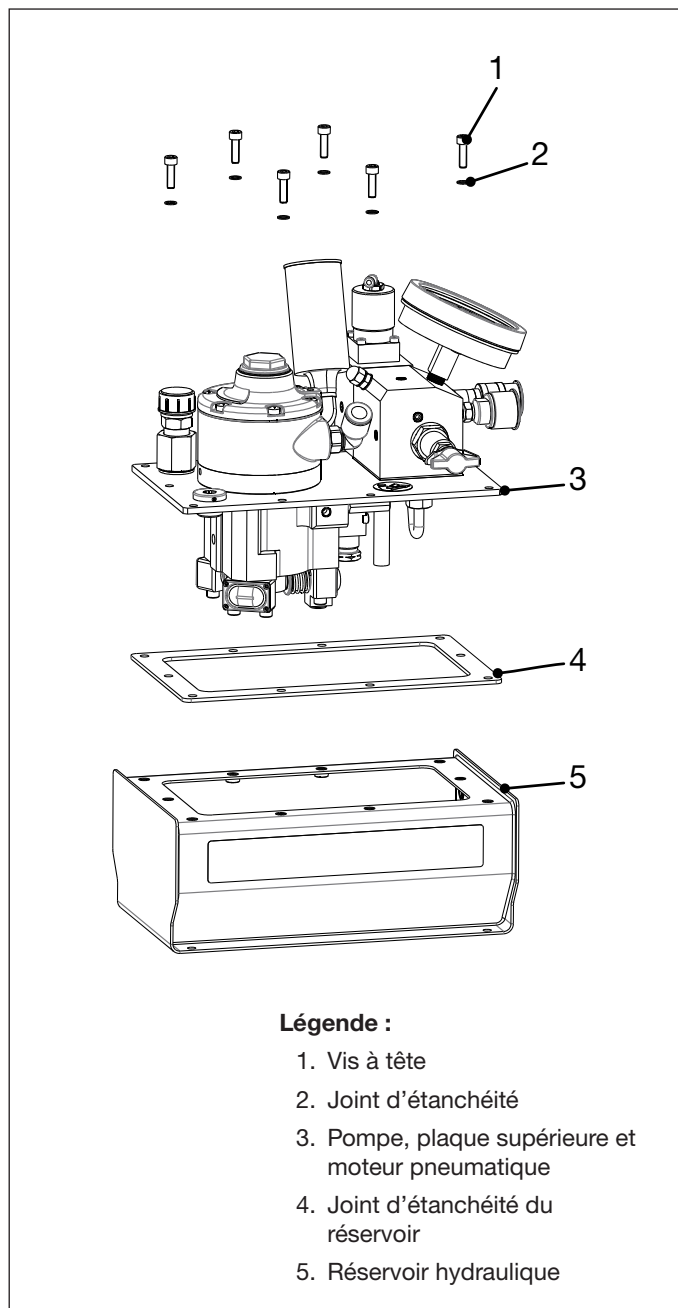

Figure 14 : Inspection et nettoyage du réservoir (vue 2 sur 2)
5. Retirez les six vis et rondelles de fixation de la plaque supérieure de la pompe qui restent. Soulevez la plaque supérieure, le distributeur hydraulique, le moteur pneumatique et la pompe hors du réservoir. Reportez-vous à la Figure 14.